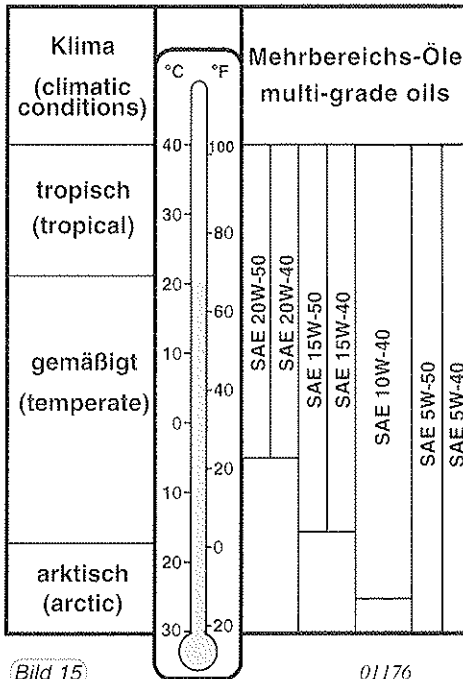

Bild 15
**Schmierstofftabelle** (Siehe dazu Bild 15)